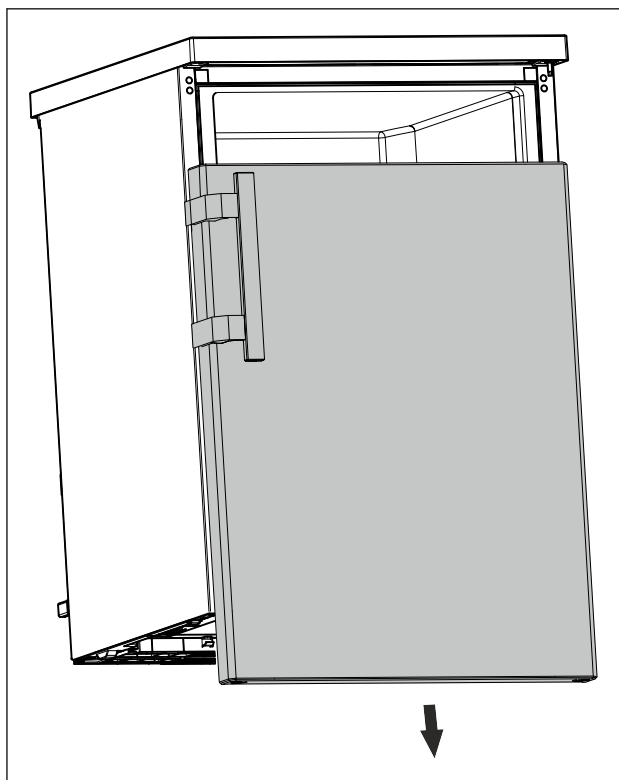

Fig. 13
- ▶ Rimuovere la porta verso il basso. (vedere Fig. 13)